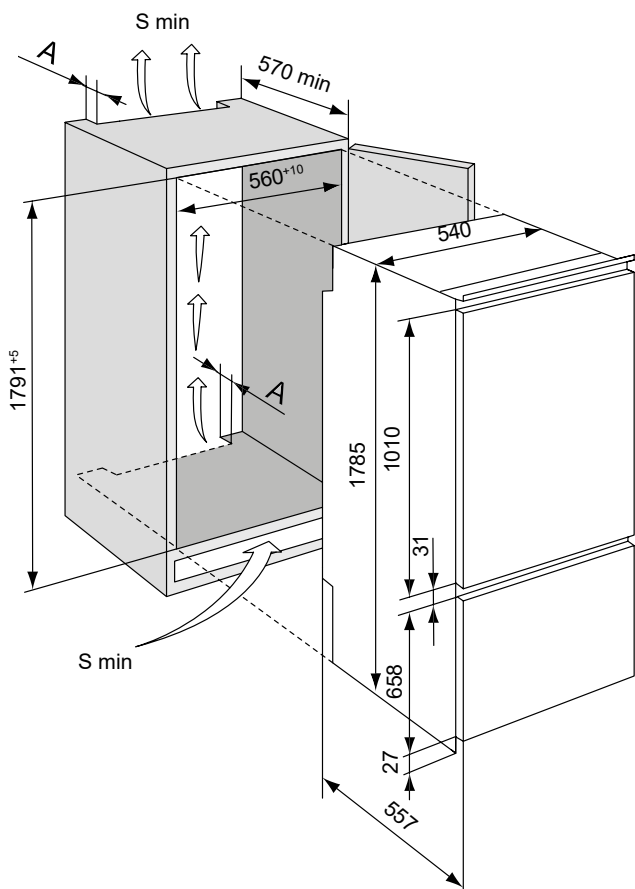

Figura 3 – Schema de instalare a frigiderului în mobilier
**2.1** Opțiunea de mobilier recomandată pentru încorporarea unui frigider este prezentată în figura 3 (dimensiunile sunt date în milimetri).
**ATENȚIE! Suprafața minimă (Smin) a canalelor de aer și ieșirilor grilajului decorativ trebuie să fie de cel puțin 200 cm2, iar adâncimea ieșirii A trebuie să fie de cel puțin 50 mm în conformitate cu figura 3.**